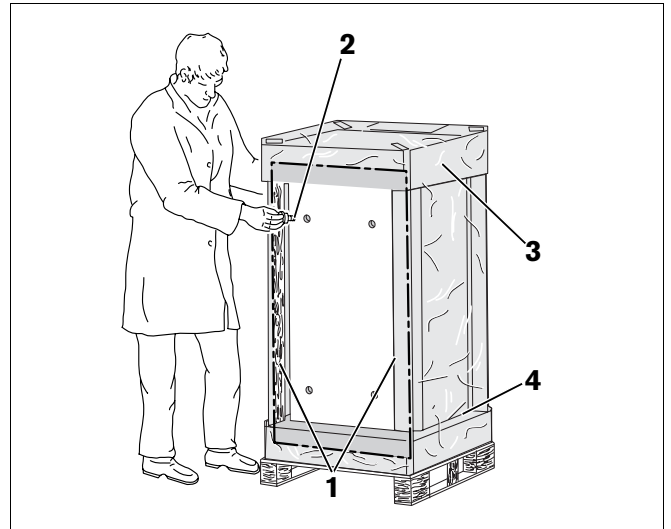

Fig. 3 Découper l'emballage et visser les pieds réglables
- Découper le film d'emballage sur le côté en face de l'autocollant « Partie supérieure du préparateur » (fig. 3).
- Visser les 4 pieds réglables (fig. 3, **pos. 2**) joints à la livraison de la chaudière sur 15 – 25 mm.
- Retirer les deux listeaux d'angle en bois (fig. 3, **pos. 1**) de la partie inférieure du préparateur.